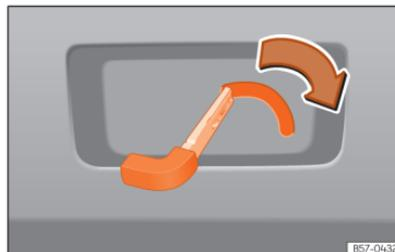

Fig. 64 Pormenor da bagageira: destrancagem de emergência.
- Introduza o palheto da chave na ranhura e desloque a chave no sentido da seta até que a fechadura desbloqueie »» **Fig. 64.**